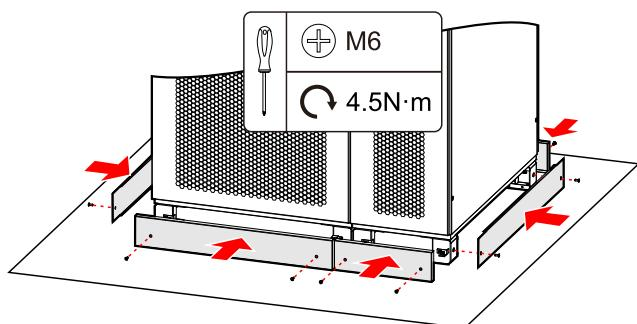

Рисунок 3-23. Установка нижних панелей
**Шаг 6** Установите нижние панели на ИБП и секцию нижнего подвода кабелей как показано на рис. 3-23.